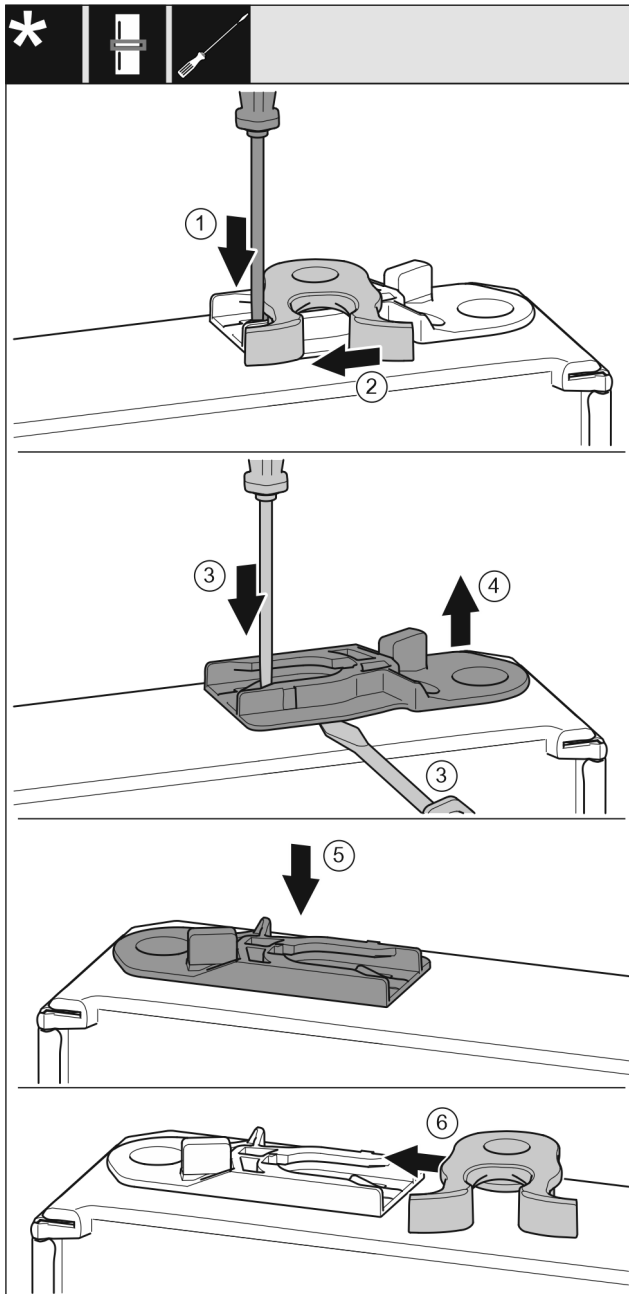

Fig. 19
- ▶ Πιέστε το αυτάκι Fig. 19 (1) με ίσιο κατσαβίδι προς τα κάτω.
- ▶ Τραβήξτε το άγκιστρο κλεισίματος Fig. 19 (2) από τον οδηγό.
- ▶ Τραβήξτε έξω την υποδοχή-οδηγό Fig. 19 (3, 4): Πιέστε το αυτάκι με ίσιο κατσαβίδι και ταυτόχρονα περάστε το ίσιο κατσαβίδι κάτω από την υποδοχή-οδηγό.
- ▶ Ωθήστε την υποδοχή-οδηγό Fig. 19 (5) που έχετε παραλάβει στην άλλη πλευρά του περιβλήματος.
- ▶ Ωθήστε το άγκιστρο κλεισίματος Fig. 19 (6) στον οδηγό.